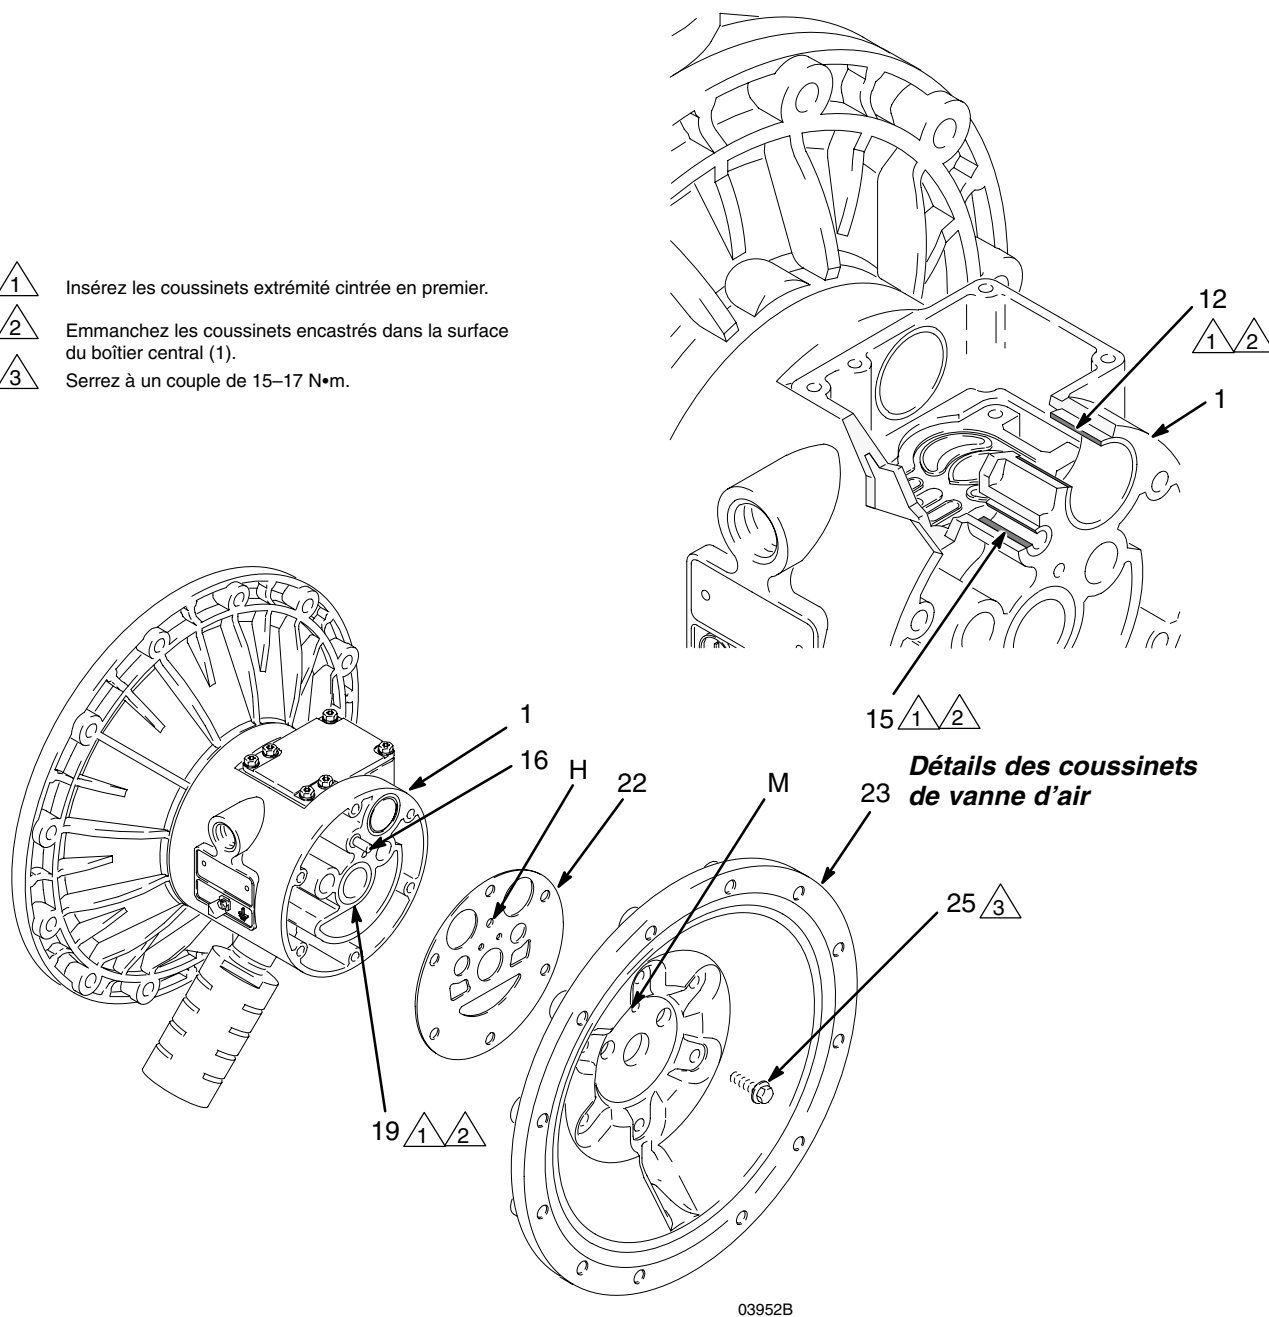

Fig. 14
- REMARQUE :** si vous devez ne retirer que le coussinet d'axe de membrane (19), passez l'étape 4.
5. Retirez les vis (25) maintenant les capots d'air (23) au boîtier central (1) à l'aide d'une clé à douille de 10 mm. Consultez la Fig. 14.
6. Retirez les joints du capot d'air (22). Remplacer toujours les joints par des éléments neufs.
7. Utilisez un extracteur de coussinet afin de retirer les coussinets d'axe de membrane (19), les coussinets de vanne d'air (12) ou les coussinets d'axe de commande (15). Ne retirez pas les coussinets qui ne sont pas endommagés.
1. S'ils ont été retirés, installez les joints en coupelle (402\*) de l'axe de sorte que les lèvres soient orientées **vers l'extérieur** du boîtier (1).
2. Les coussinets (19, 12 et 15) sont cintrés et ne peuvent être installés que dans un sens. Insérez les coussinets dans le boîtier central (1), **extrémité cintrée d'abord**. Emmanchez le coussinet de sorte qu'il soit encastré dans la surface du boîtier central en utilisant une presse ou un bloc et un maillet en caoutchouc.
4. Alignez le joint de capot d'air neuf (22) de sorte que l'axe de commande (16) saillant du boîtier central (1) entre dans le bon orifice (H) dans le joint.
5. Alignez le capot d'air (23) de sorte que l'axe de commande (16) entre dans l'orifice intermédiaire (M) des trois petits orifices proches du centre du capot. Installez les vis (25) et serrez à la main. Consultez la Fig. 14. Serrez les vis, uniformément et en diagonale, à un couple de 15–17 N•m à l'aide d'une clé à douille de 10 mm.